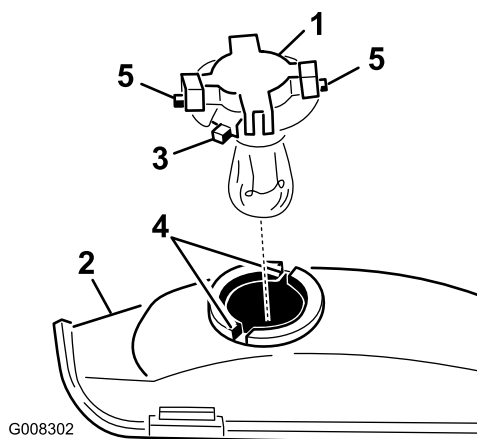

Figure 31
7. Dévissez l'embase d'un quart de tour dans le sens anti-horaire et déposez-la du réflecteur (Figure 31).